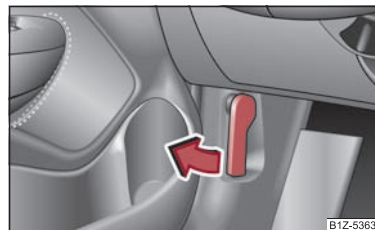

Fig. 12 Maneta de deblocare a capotei motorului
- Trageți maneta de deblocare de sub bord, pe partea șoferului ⇒ fig. 12. ■